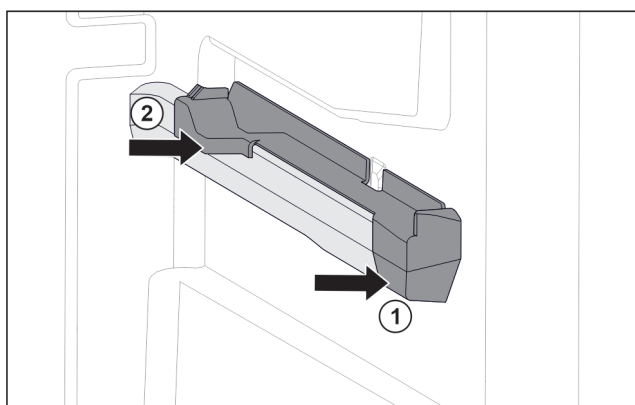

Fig. 154 Felhúzó elem a jobb oldali tartóbordán
- ▶ A felhúzó elemet elől tegye fel a tartóbordára. Fig. 154 (1)
- ▶ Hátul nyomja meg a felhúzó elemet. Fig. 154 (2)